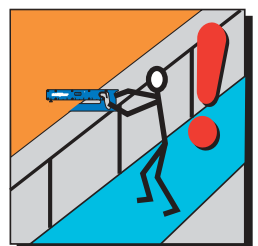

Abb. 4
- Bevor Sie anfangen mit einer Messung, suchen Sie sich eine stabile Lage mit beide Füße auf einen festen Untergrund (Abb. 4).
- Halte das Instrument während der Meßvorgang immer mit zwei Hände (Abb. 4), damit es nicht leicht aus den Händen geschlagen werden kann.